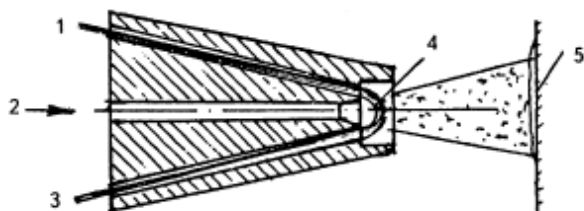

Рис. 173. Схема электродугового напыления
При электродуговом напылении плавление проволок (1), 3) осуществляется электрической дугой (4) (рис. 173). Распыление расплавленного металла производится сжатым воздухом (2), при этом расплавленные частицы переносятся на апыляемую поверхность, образуя покрытие (5).